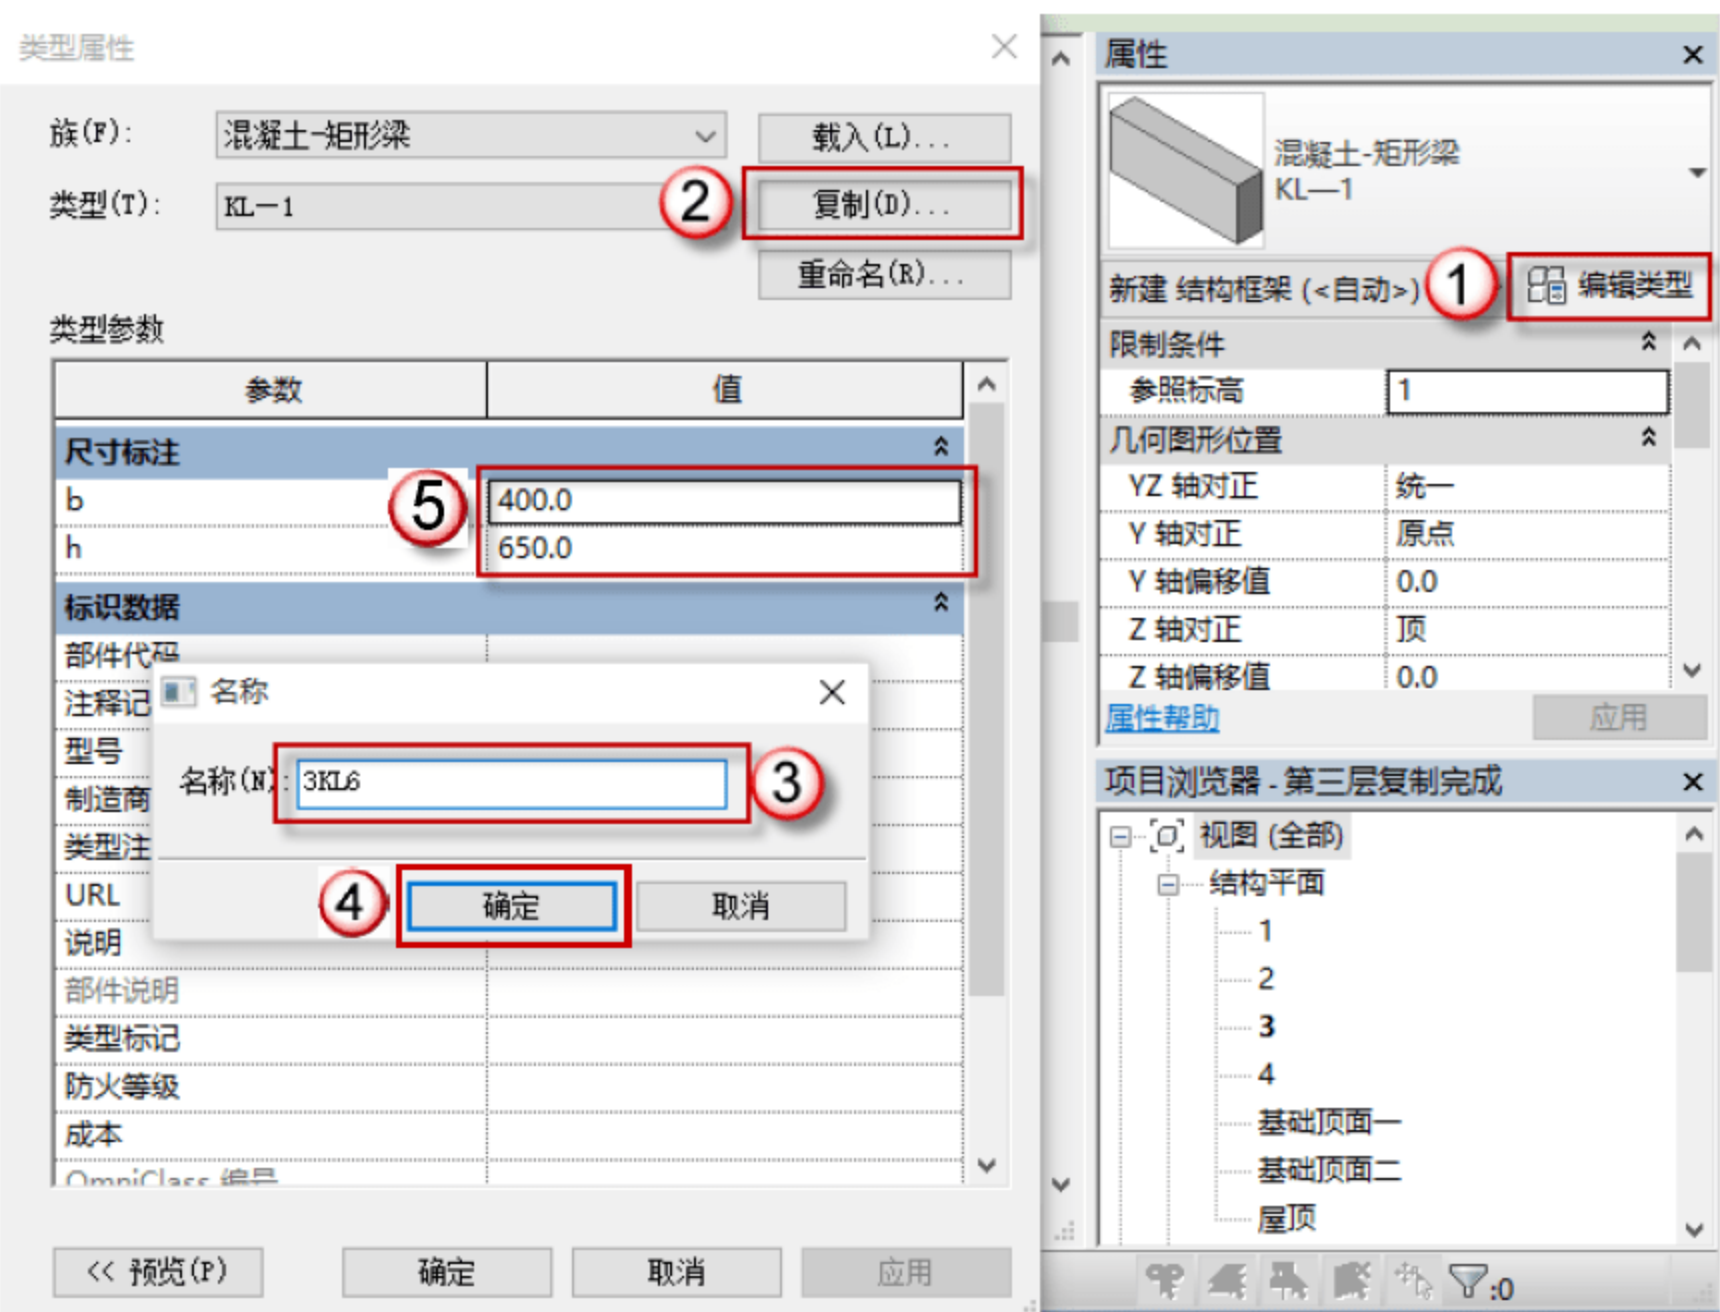

图 4.4.18 修改 KL6
(7) 修改 KL6 的参数以及名称，单击 KL6 对象，单击“编辑类型”按钮，在弹出的对话框中，单击“复制”按钮，在弹出的对话框中命名新的族名称“3KL6”，单击“确定”按钮，在“尺寸标注”栏中修改截面参数，如图 4.4.18 所示。